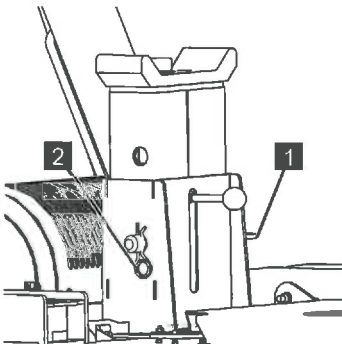

Abb. 102
- Den Befestigungsbolzen (Abb.102/1) einschieben und mit dem Federsplint (Abb.102/2) sichern.